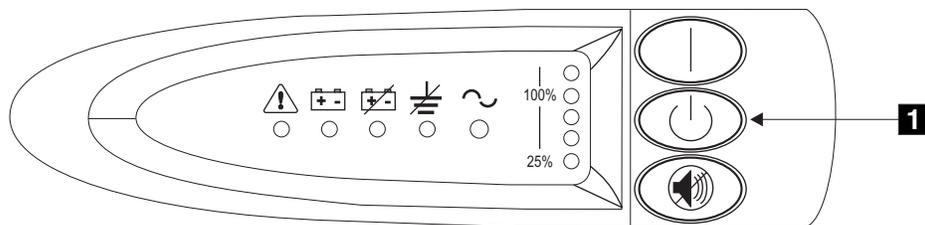

图 108. 不间断电源前面板组合件
1. 在不间断电源的前部按住关闭按钮 **1** 大约五秒钟, 或者直到听到长蜂鸣声为止。请参阅图 108。
1. 在不间断电源的前部按住关闭按钮 **1** 大约五秒钟，或者直到听到长蜂鸣声为止。请参阅第 163 页的图 108。
请参阅第 163 页的图 108。